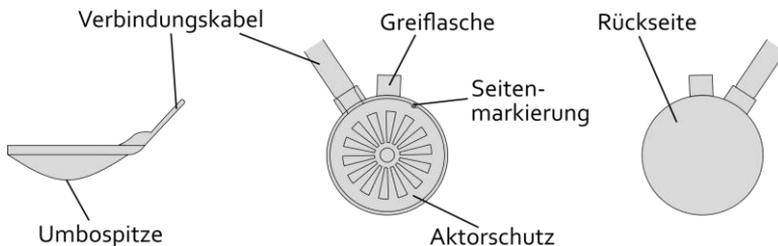

Abbildung 19: Darstellung der Hörkontaktlinse® (links: Seitenansicht; Mitte: Ansicht von oben; rechts: Ansicht von unten)
8. Für die Feinplatzierung nun die Seitenmarkierung an der Hörkontaktlinse® (s. Abbildung 19) mit dem Hammerkopf in Übereinstimmung bringen. Die Feinpositionierung ist dann abgeschlossen, wenn der Patient den Testton wahrnehmen kann. Kann keine Position gefunden werden, bei der der Ton für den Feintest wahrgenommen wird, muss die Grobpositionierung (s. Kapitel 8.3 ab Schritt 3) noch einmal wiederholt werden. Scheitert das Einsetzen auch nach dem dritten Versuch der